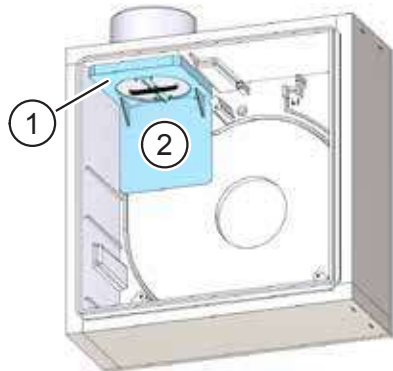

Abb. 23: Rückschlagklappe einbauen – Ausblasrichtung seitlich
- ▶ Setzen Sie die Rückschlagklappe (Pos. 1 in Abb. 23) mit der Nase in die Nut am Gehäuse ein und rasten Sie die Rückschlagklappe ein.
- ▶ Setzen Sie die Verschlussplatte (Pos. 2 in Abb. 23) ein und rasten Sie diese hörbar ein.